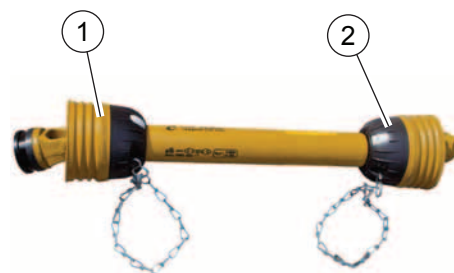

FIG. 15
- Schutzvorrichtungen an der Gelenkwelle der Traktorseite (1, "Fig. 15") und Maschinenseite (2), einschließlich den Halterungsketten.